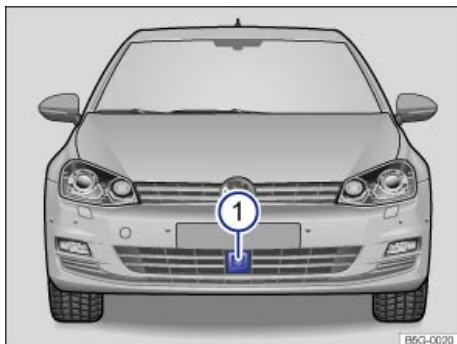

Fig. 205 En el paragolpes delantero: sensor de radar.
En el paragolpes delantero va montado un sensor de radar para captar la situación del tráfico ⇒ **fig. 205** (1). Este sensor permite detectar vehículos que circulen por delante a una distancia de hasta 120 m aprox.